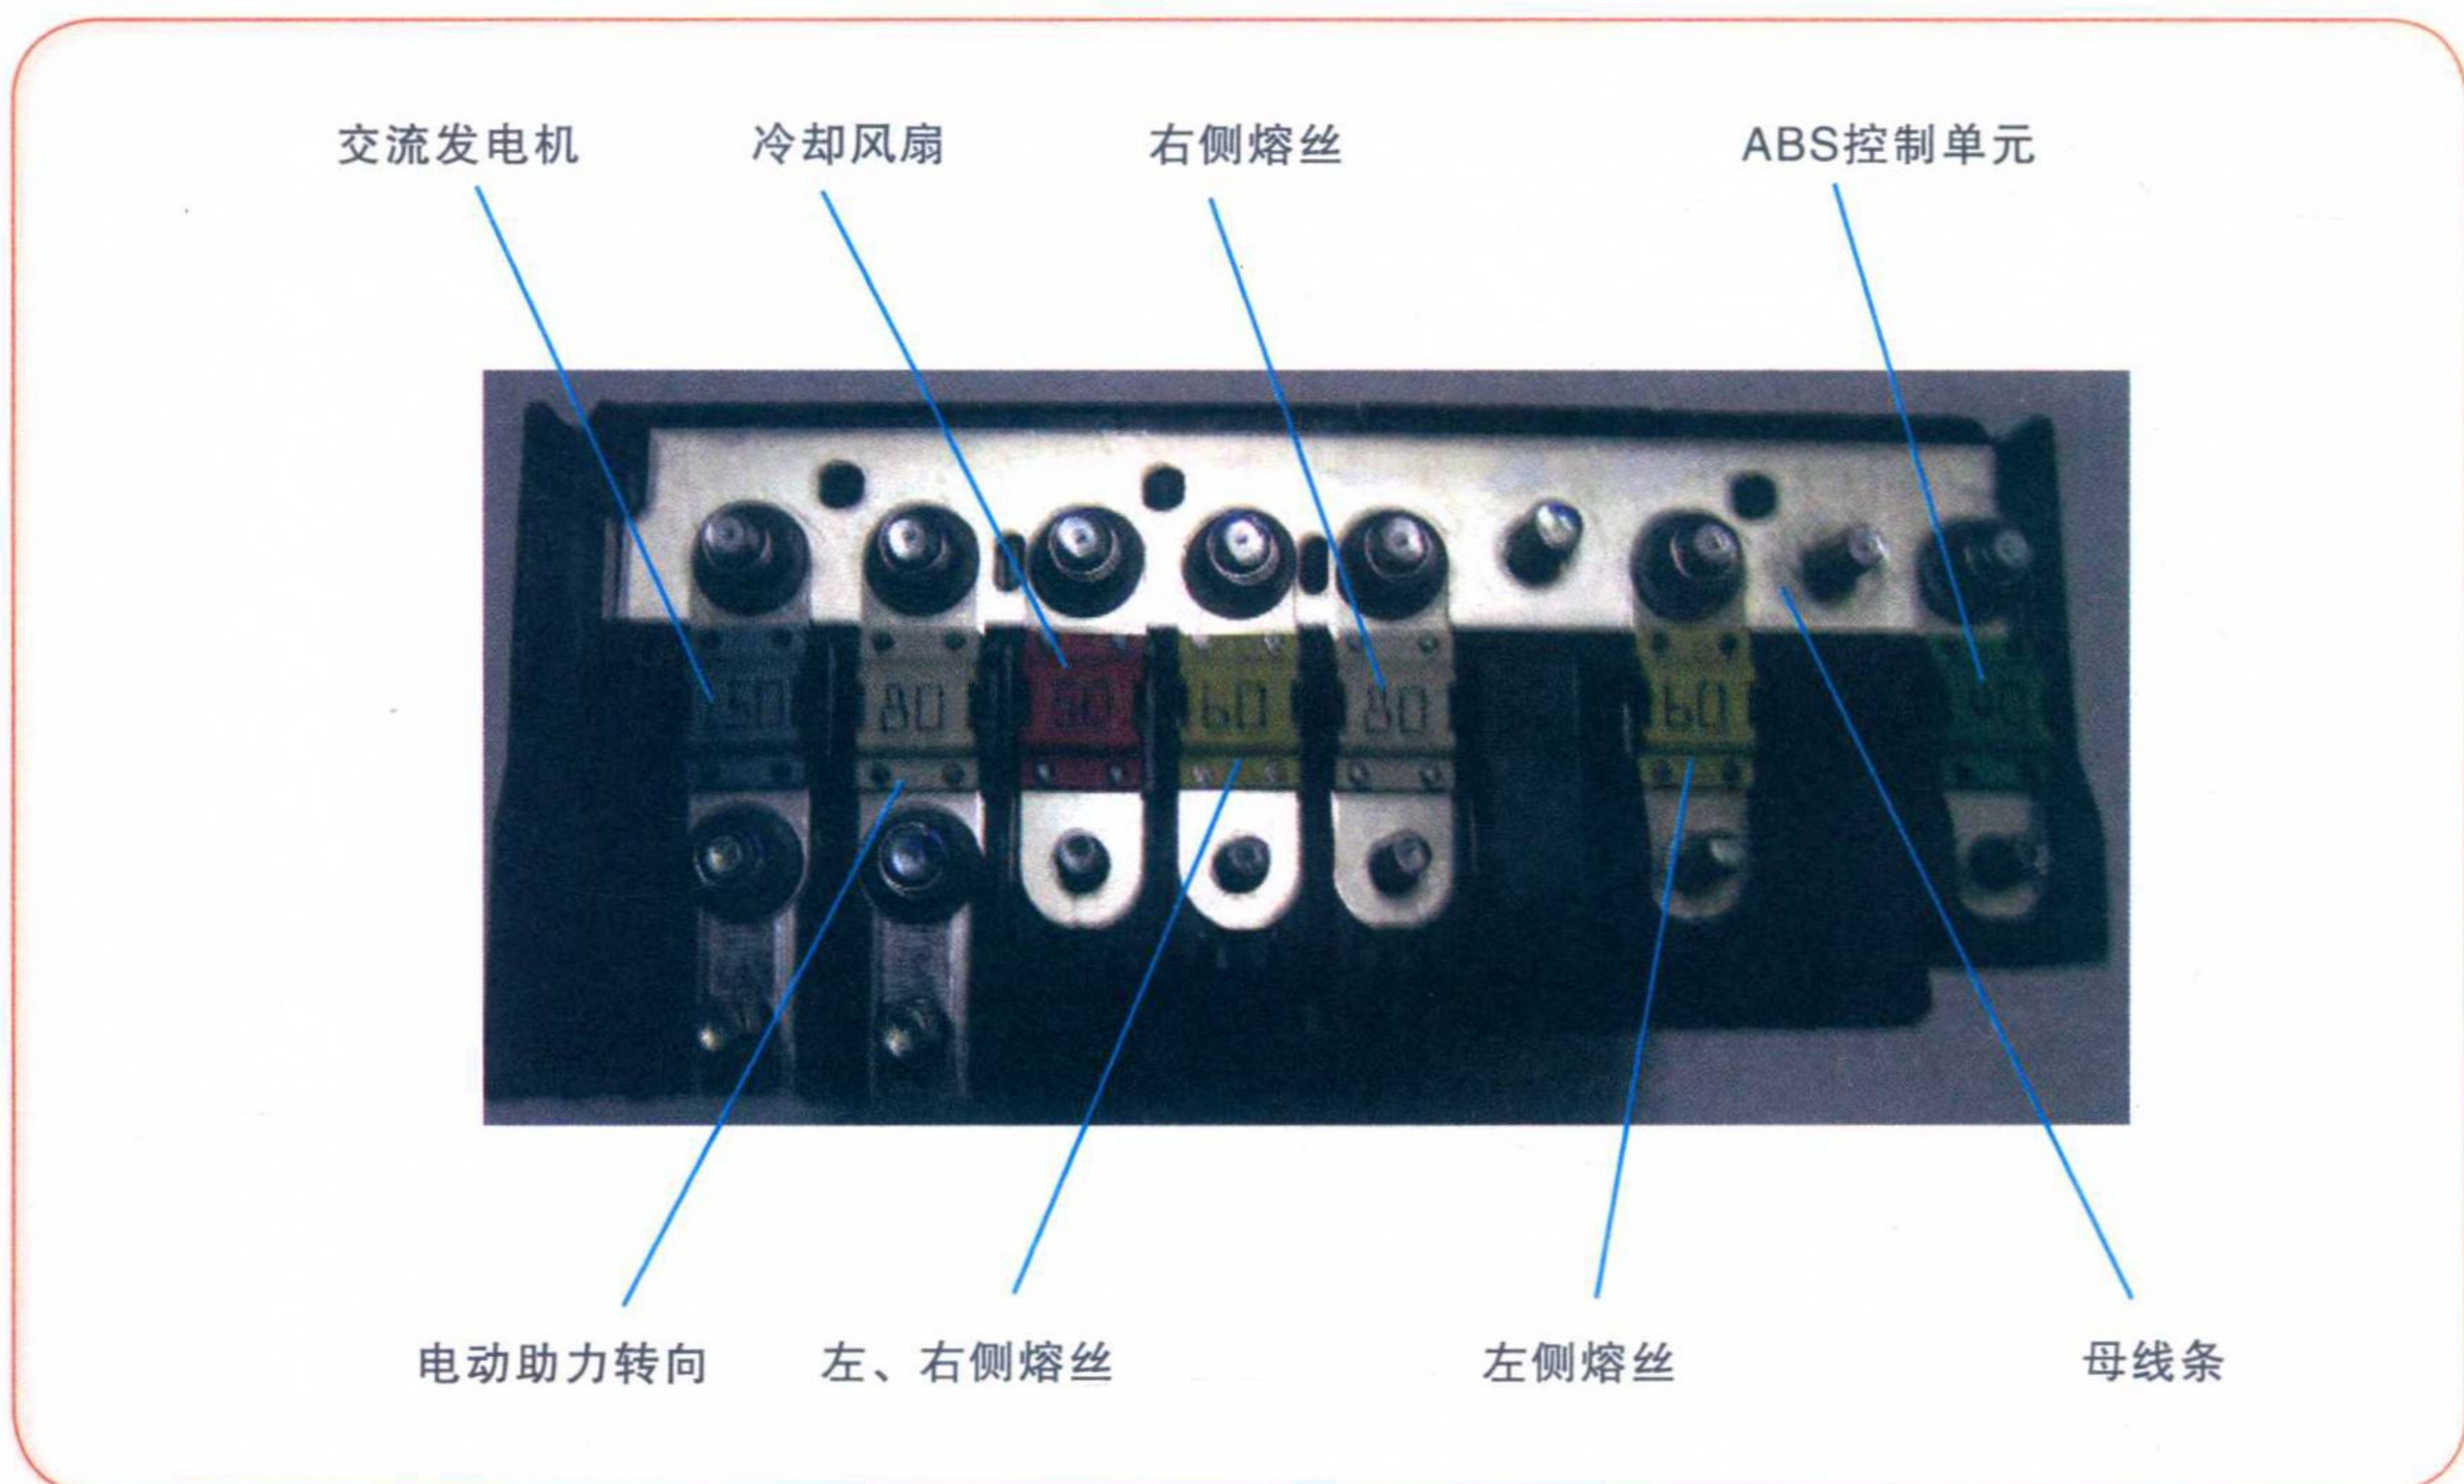

图 1-5 蓄电池熔丝盒
3) 车辆上的蓄电池熔丝盒是随直接从蓄电池引出的电路来布置的, 而其他熔丝盒则由点火开关进行控制。如图 1-5 所示, 为了减少熔丝盒上的导线数量, 一个单一蓄电池电路和各个供电电路可与一个母线条连接, 以便通过各个熔丝向多个系统提供电力。